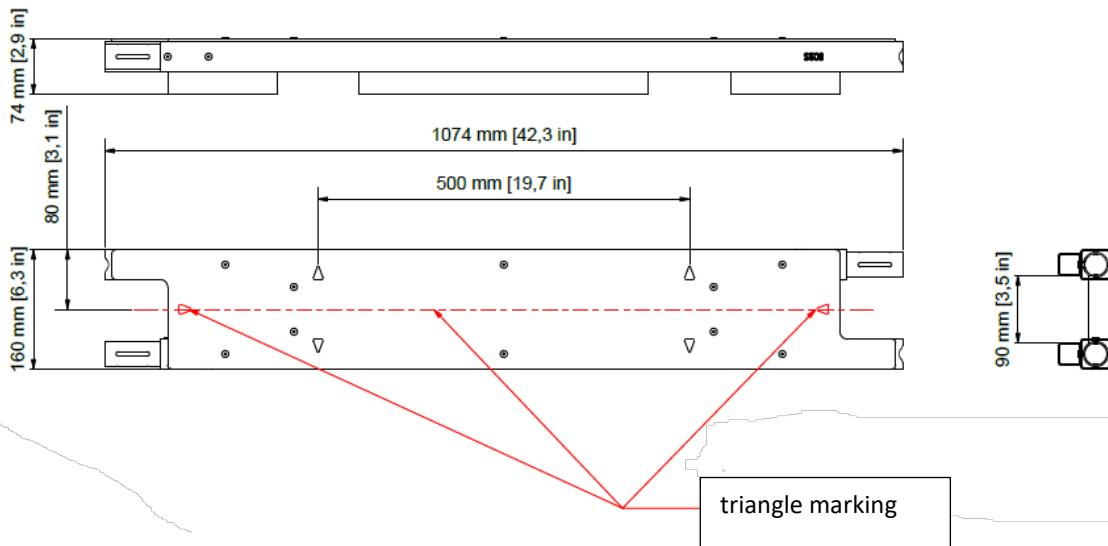

Abbildung 6 Beispielhafte Zeichnung der LED-LDU-500
-  Es ist zwingend erforderlich, dass das Gegengewicht so zu positionieren, dass sein Schwerpunkt (COG) mit dem Zentrum der LED-LDU-500 ausgerichtet ist. Auf der Oberseite der LDU befindet sich eine dreieckige Markierung, die das Zentrum der LDU angebt. Siehe Abbildung 6 für weitere Details.